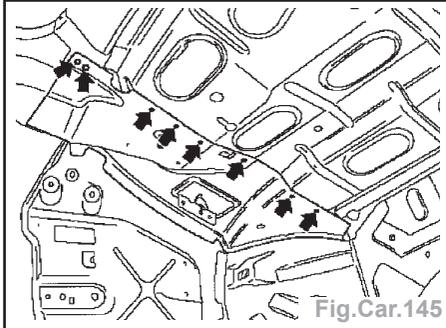

Fig.Car.145
- Enlever par perçage le prolongement plage arrière du prolongement plage arrière (selon l'étendue des dégâts) (Fig.Car.145).